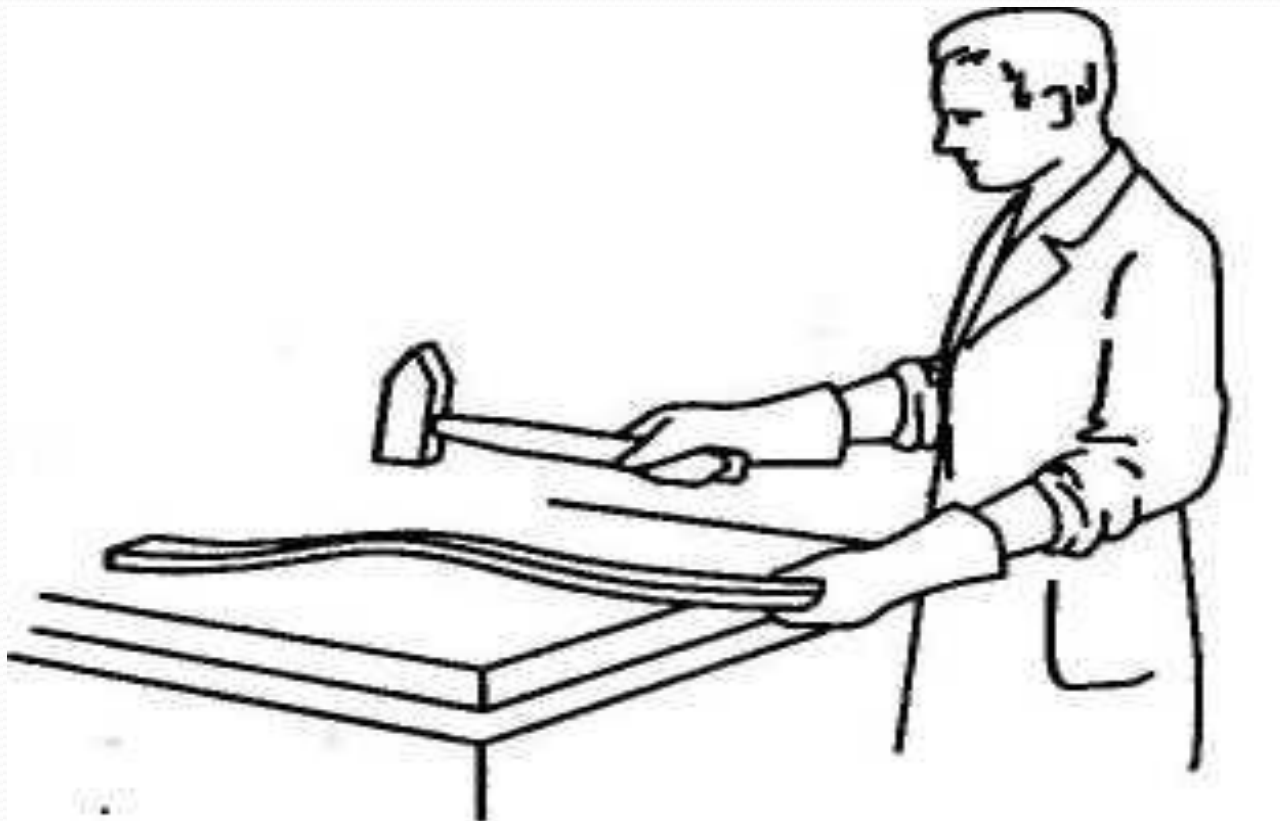

Рис. 2.37. Правка полосового и пруткового материала
1. При правке полосового и пруткового материала (круглого, квадратного или шестигранного сечения) выправляемая деталь должна касаться правильной плиты или наковальни не менее чем в двух точках (рис. 2.37).